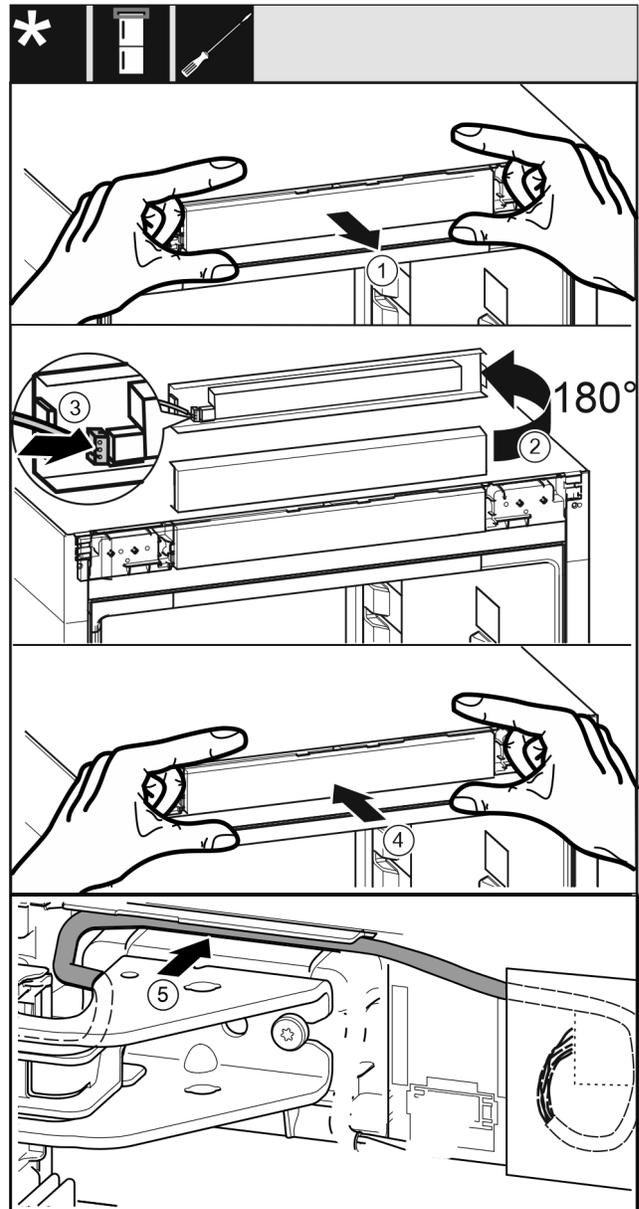

Fig. 48
- ▶ Bedienblende Fig. 48 (1) vorsichtig herausnehmen.
- ▶ Bedienblende Fig. 48 (2) um 180° nach oben drehen.
- ▶ Stecker Fig. 48 (3) an der Bedienteilblende einrasten.
- ▶ Bedienblende Fig. 48 (4) wieder am Gerät einrasten.
- ▶ Kabel Fig. 48 (5) vorsichtig in der Führung über dem oberen Lagerbock verlegen.